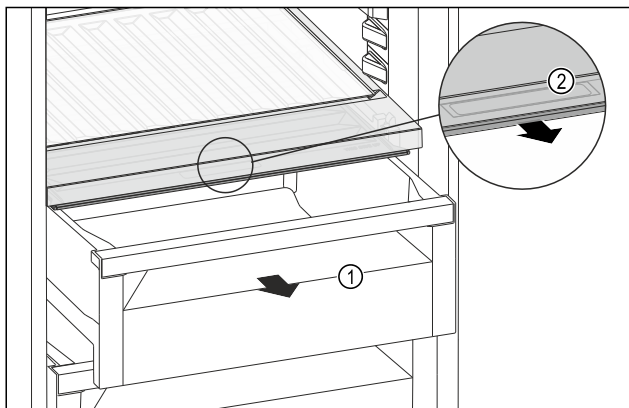

Fig. 163
- ▶ Húzza ki a fiókot Fig. 163 (1).
- ▶ Fogja meg a süllyesztett fogantyút Fig. 163 (2) a rekeszfedél, és ezzel egy időben húzza előre a rekeszfedelet.